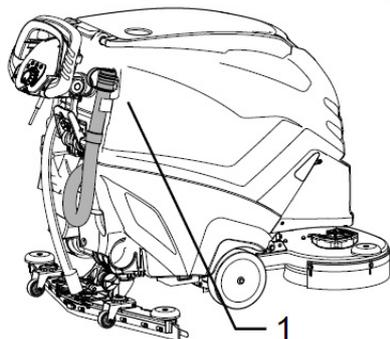

Abb. 13: Anschluss der Schläuche
Schritt 3: Den Schlauch vom Befestigungsclip lösen. Den Schmutzwassertank über den Schlauch (Pos. 1, Abb. 13) entleeren und anschließend den Tank mit sauberem Wasser ausspülen.